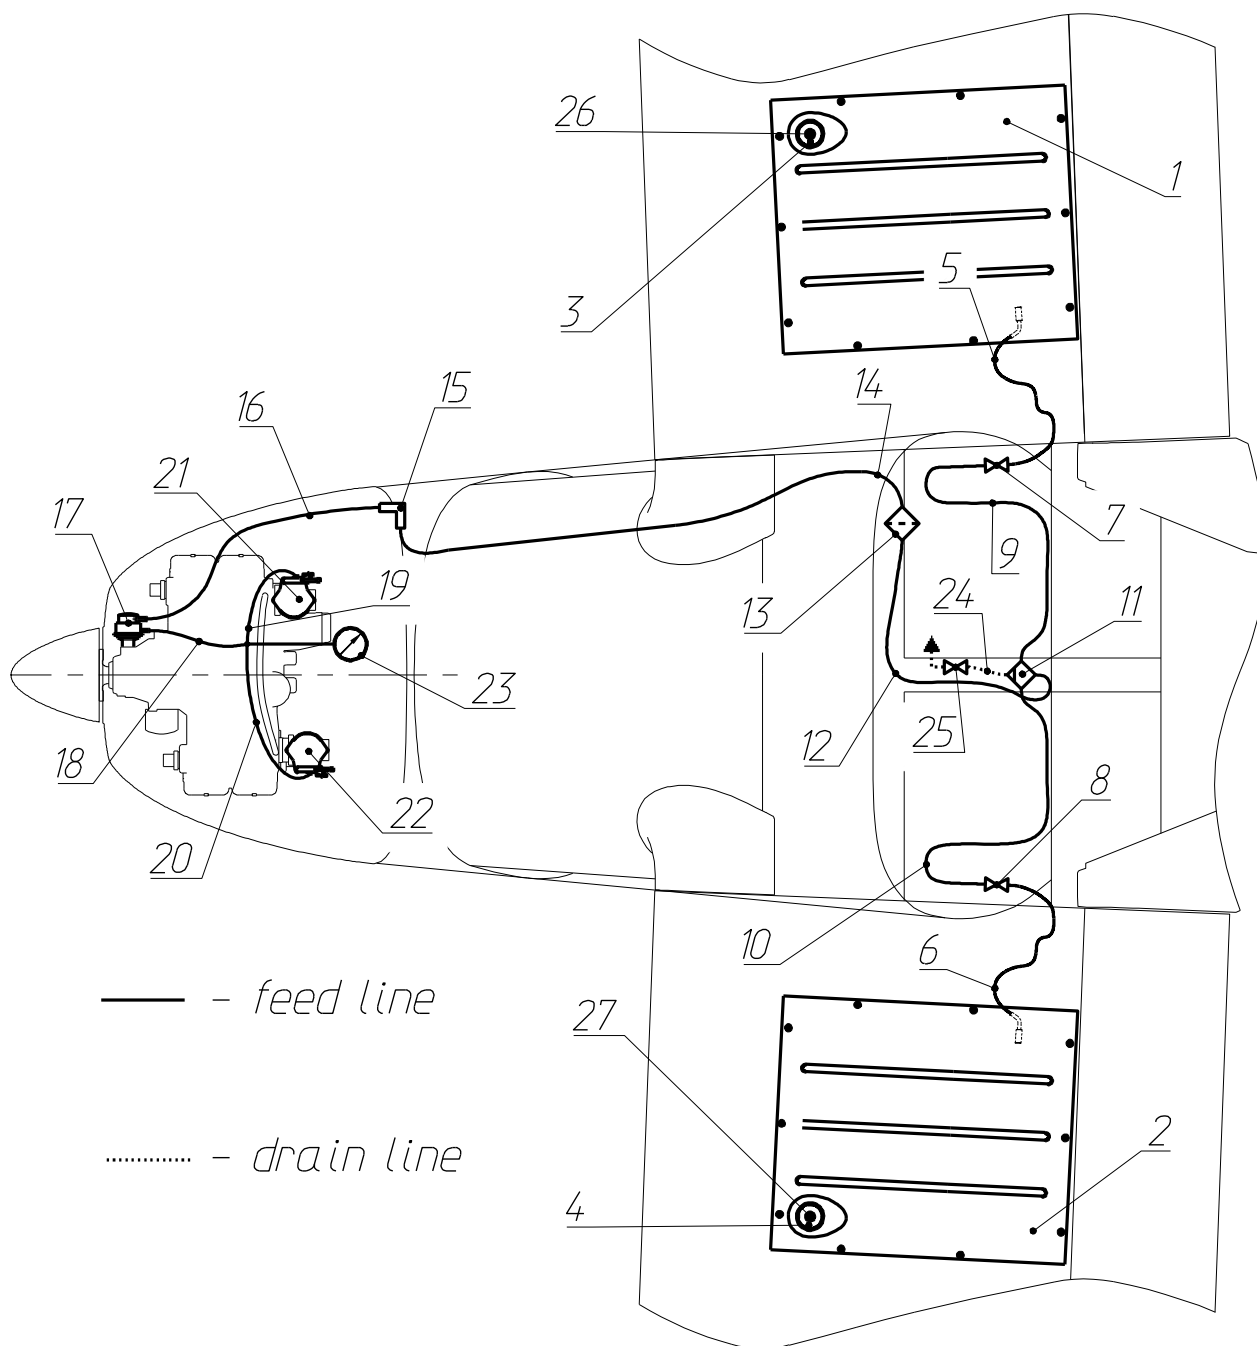

Fig.3. Schéma circuit carburant
Le système d'alimentation (voir **Fig. 3**) inclut deux réservoirs à carburant d'aile (1,2), des conduites de carburant (5,6,9;10,12,14,16,18,20), deux vannes de fermeture (7,8), le collecteur de dépôt de carburant (11), le filtre à carburant (13), la pompe d'alimentation (17), la conduite de vidange (24) et la vanne de vidange (25).